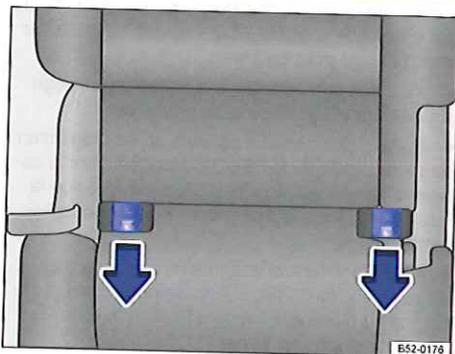

Fig. 83 Sur le siège : capuchons de protection pour les points d'ancrage inférieurs
- Le cas échéant, retirez les capuchons de protection des points d'ancrage inférieurs dans le sens des flèches ⇒ fig. 83.